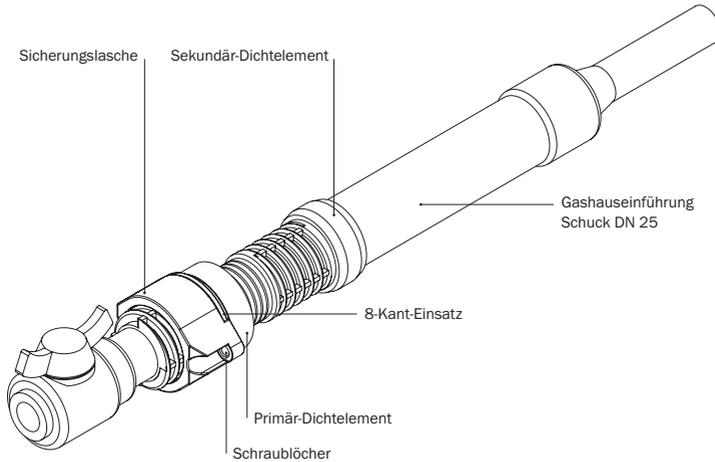

Abbildung 20.2: Montageset Verdreh- und Ausreißsicherung für Schuck Gashauseinführung DN 25
- Für eine ordnungsgemäße Installation der Gasleitung muss das unter Abschnitt 18 beschriebene Montageset an der Gashauseinführung Schuck DN 25 wie in der folgenden Abbildung dargestellt angebracht werden (s. Abbildung 20.2):